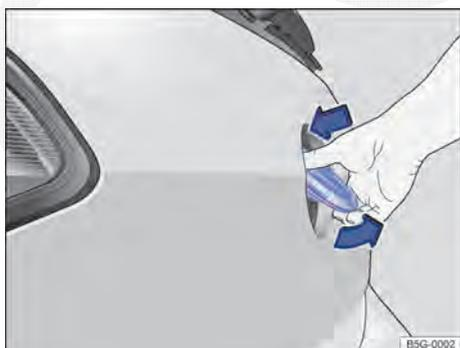

Fig. 38 Abrir a tampa traseira por fora.
- Com o polegar, pressionar a parte superior do logo Volkswagen ⇒ Fig. 38 e rebatê-lo para fora por baixo. Tocar com a mão embaixo do logo e levantar a tampa traseira.